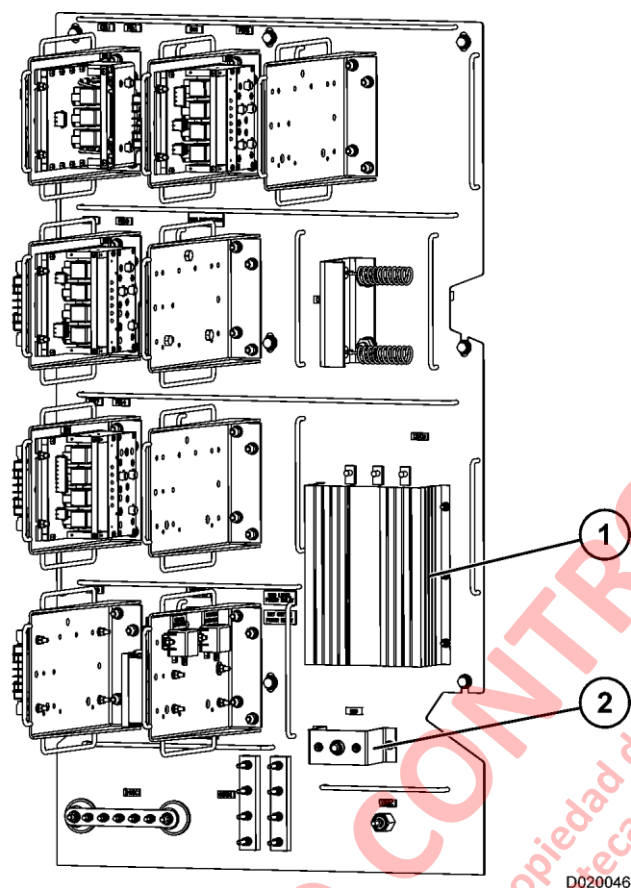

FIGURA 2-2. GABINETE DE CONTROL AUXILIAR (PARED IZQUIERDA)
Los interruptores de desconexión de la batería proporcionan un método conveniente de desconexión de las baterías del camión de los circuitos eléctricos del camión sin la necesidad de retirar los cables de la batería. El interruptor de desconexión del motor de partida (1, Figura 2-2) abre sólo el circuito de la batería del motor de partida, impidiendo el arranque del motor mientras se permite la energía de la batería a los circuitos del sistema de control de 24VDC, si lo desea. El interruptor de desconexión maestro (2) desconecta las baterías del sistema de 24VDC(2).